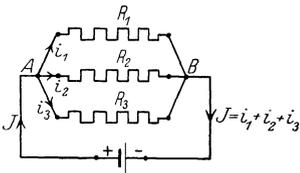

Abb. 12. Parallelschaltung von Widerständen zu Aufgabe 71.
71. Zwischen den beiden Punkten A und B der Abb. 12 herrscht ein Spannungsunterschied von $U_k = 24 [15] \text{ Volt}$. Der Strom teilt sich in A in drei Zweigē mit den Widerständen $R_1 = 8 [7,5] \Omega$; $R_2 = 4 [3] \Omega$ und $R_3 = 6 [1,5] \Omega$.